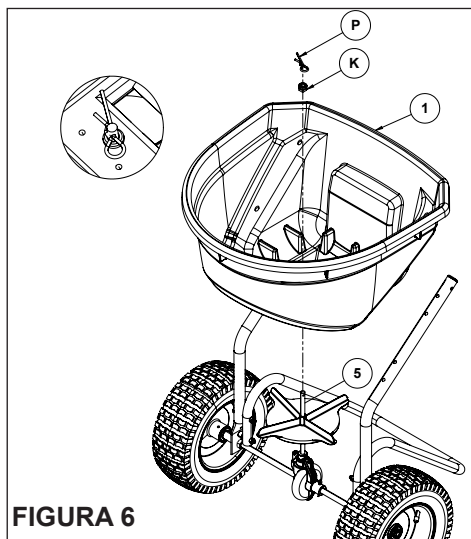

FIGURA 6
PASO 6: (VEA LA FIGURA 6)
- Alinee la tolva del esparcidor (1) con el eje (5).
- Inserte el buje (K) sobre el eje (5) y fije el conjunto con el perno de chaveta (P).